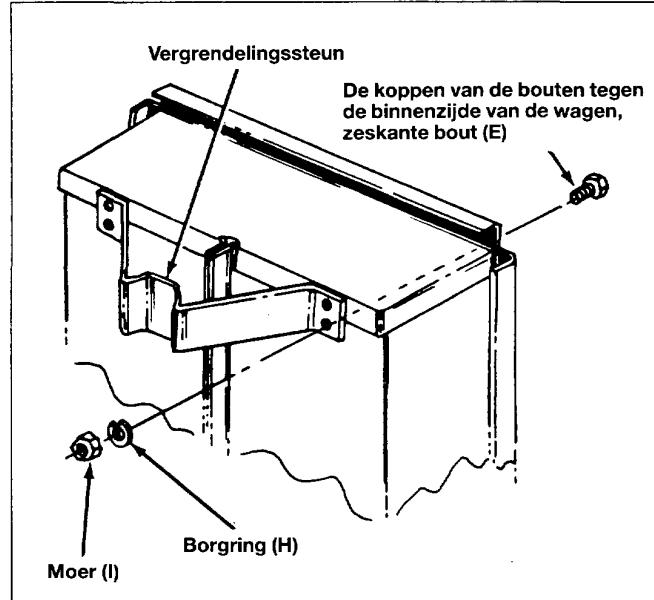

Fig. 9
14. Montere de vergrendelingssteun met vier 6 mm×16 mm bouten (E), borgringen (H) en moeren (I). Zie fig. 9.